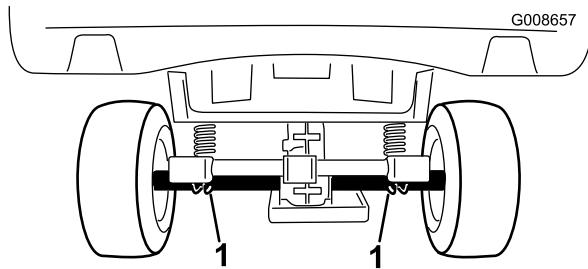

図 23
- ・ 車体後部のジャッキアップポイントはアクスルチューブの下側です(図 23)。